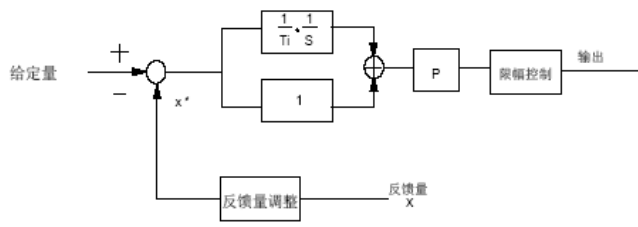

图 5-10 PI 调节原理框图
• 比例增益 (P) 和积分时间 (Ti) 如图 5-10 所示，